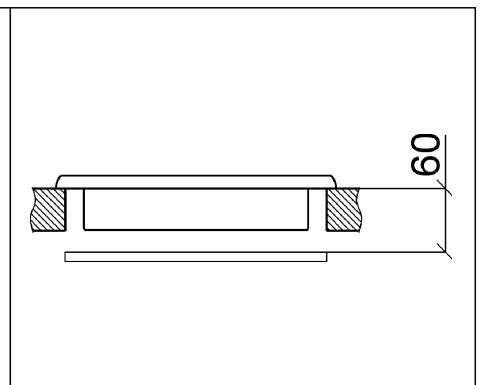

ABB. 6
- Um einen unbeabsichtigten Kontakt mit der während des Betriebs sich überhitzenden Grillgehäuseoberfläche zu vermeiden, muss eine Trennwand aus Holz angebracht werden. Diese ist mit einem Mindestabstand von 60 mm von der Arbeitsplatte anzubringen und zu verschrauben (Abb. 6).